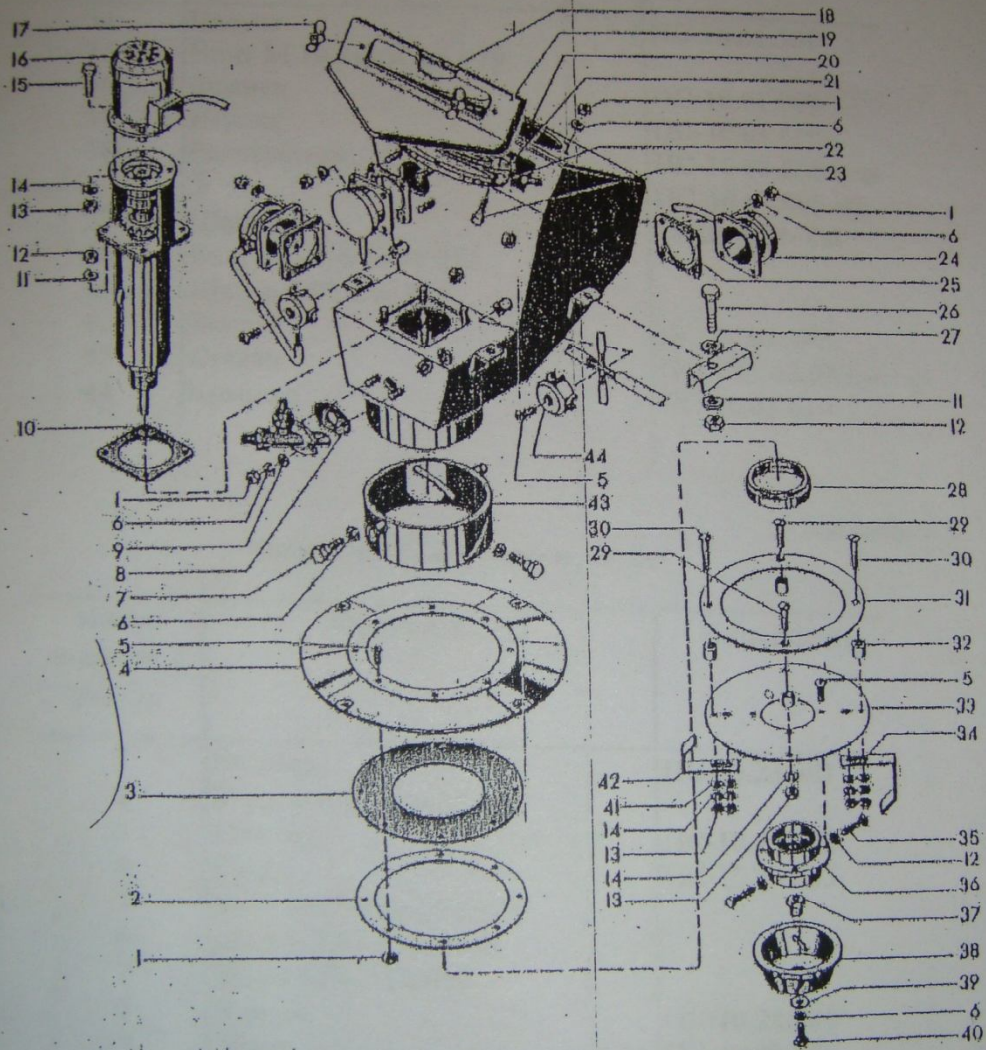
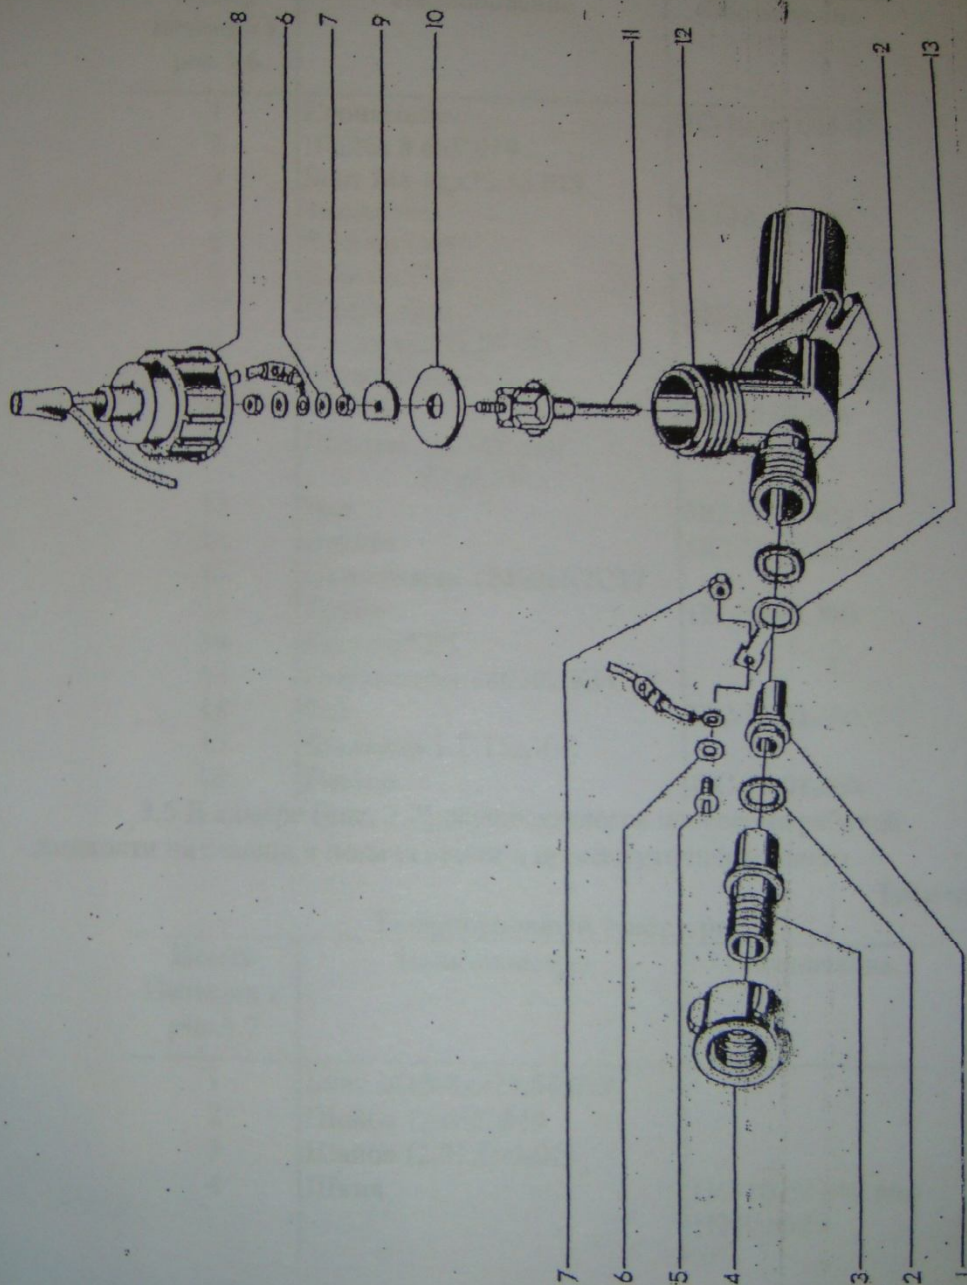
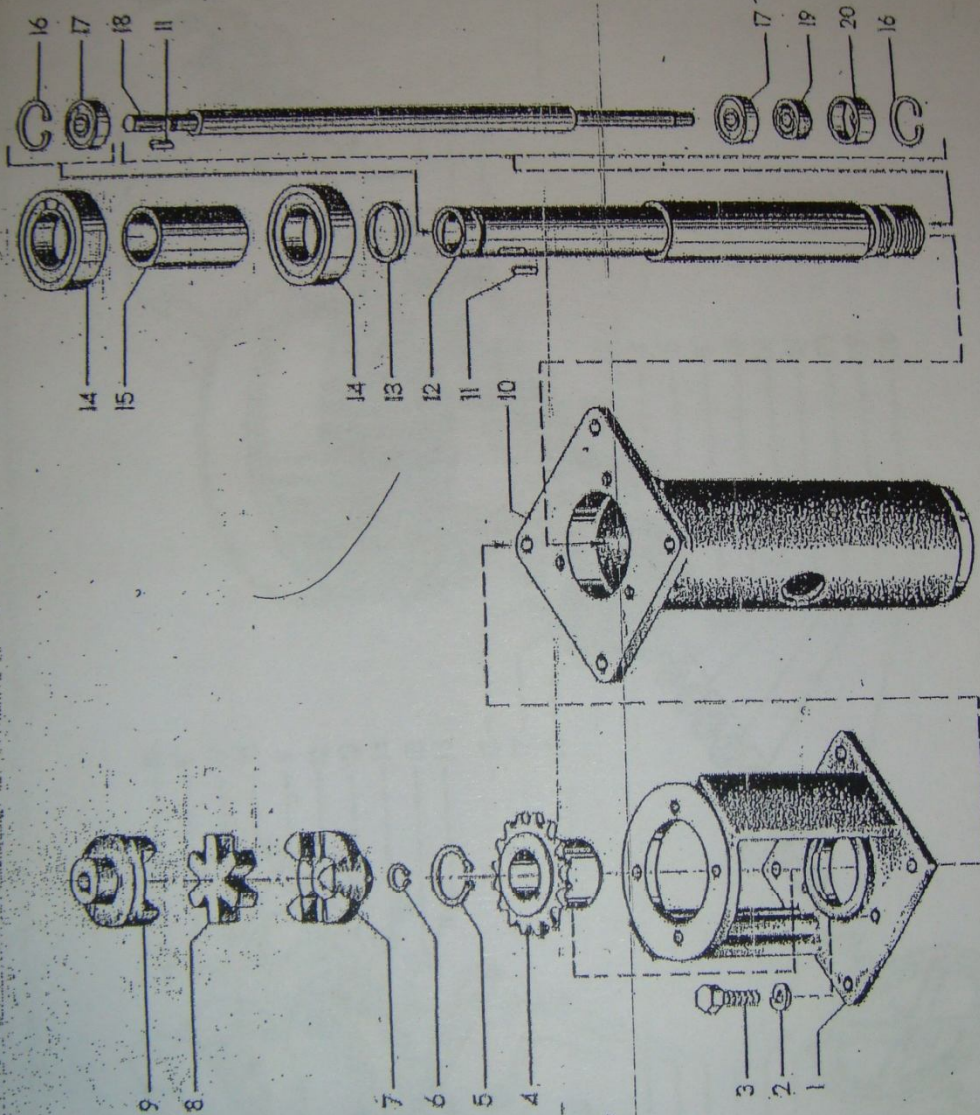

Рис.3.4
Рис.3.5
Рис.3.6
3.4 Бункер семян (рис. 3.4.) сдатчиком (рис. 3.5) и приводом дисков (рис. 3.6.) предназначен для равномерной загрузки камеры семян, контроля за подачей рабочей жидкости к распылителю, передачи вращения на диски семян и распылитель.
Подрисуночный текст к рис.3.4
Подрисуночный текст к рис.3.5
Подрисуночный текст к рис.3.6